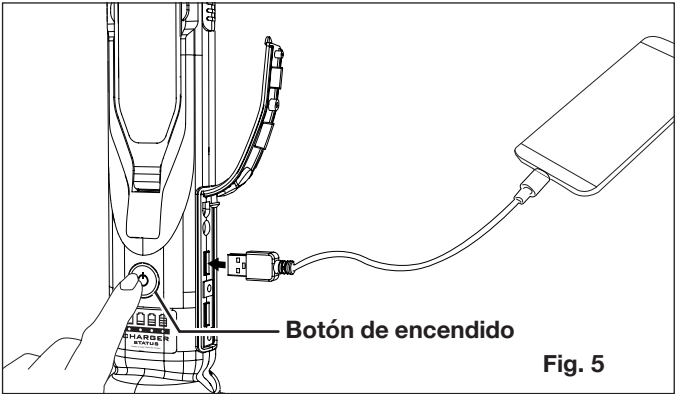

Fig. 5
- 2. Conecte el cable USB al dispositivo o dispositivos móviles y presione el botón de encendido para empezar a energizar (Fig. 5).